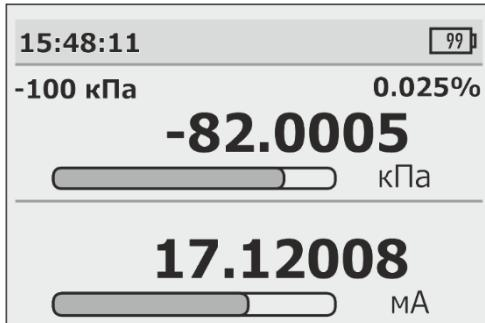
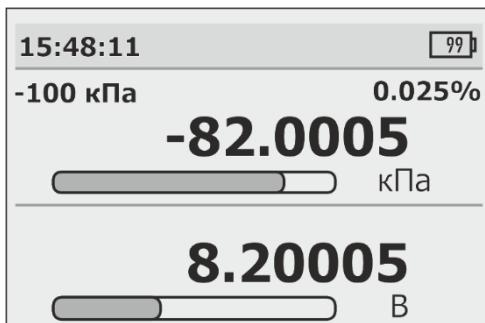

Рисунок 6 – Внешний вид дисплея в режиме измерения давления и силы постоянного тока.
Рисунок 7 – Внешний вид дисплея в режиме измерения давления и напряжения постоянного тока.
Текущие единицы измерения напряжения (V) и силы (mA) постоянного тока отображаются справа от измеренного значения (рис. 6 и рис. 7).